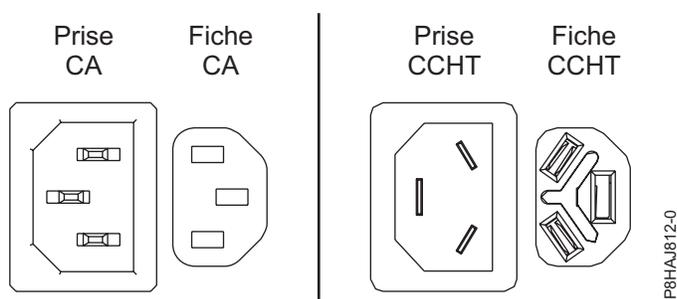
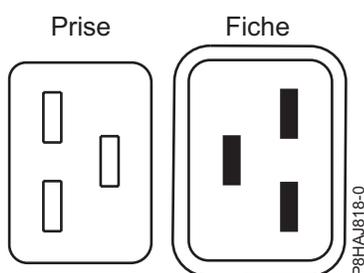
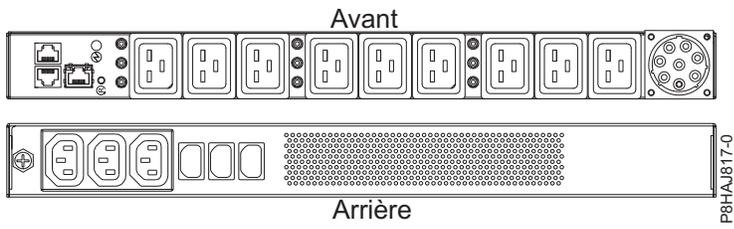

Figure 71. Connecteurs CA et CCHT
Figure 72. Connecteurs pour le système 8408-44E
Figure 73. Unité d'alimentation pour le système 8408-44E
La figure 71 représente les connecteurs pour courant alternatif (CA) et courant continu haute tension (CCHT) pris en charge. Les figure 72 et figure 73, à la page 105 illustrent les connecteurs et l'unité d'alimentation (PDU) pris en charge pour le système 8408-44E.